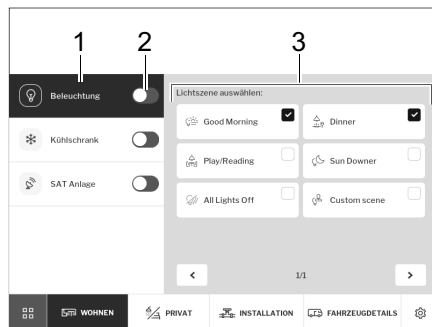

Fig. 270 Illuminazione
- Accendere o spegnere l'illuminazione con l'interruttore a scorrimento (Fig. 270,2).
- Digitare il pulsante *Illuminazione* (Fig. 270,1).
Selezionare la scena di luce sul pannello di comando (Fig. 270,3).